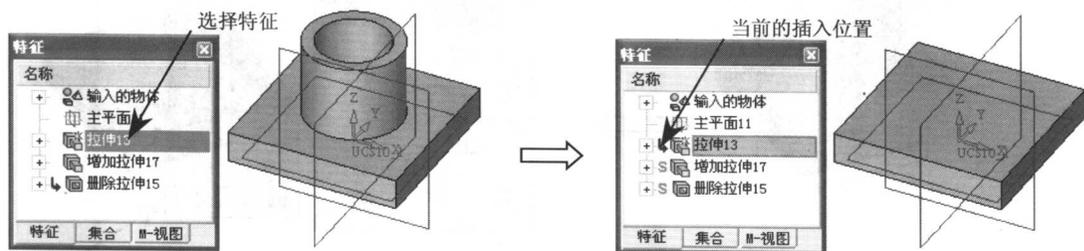

图 1-6 更改插入位置
• **【插入】**：选择该选项表示将当前的插入位置更改到其他的位置，从而能够在前面已经创建的特征之间增加特征。例如，在特征显示区域中选择**【拉伸 13】**特征，然后在其右键菜单中选择**【插入】**选项，就将当前插入位置更改到**【拉伸 13】**特征上，如图 1-6 所示。